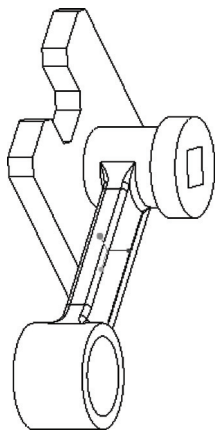

图 10-86 原始组件模型
1) 单击  (打开) 按钮,弹出“文件打开”对话框,选择位于随书光盘“CH10\FJST”文件夹中的“BC_10_FJ_M.ASM”文件,单击“打开”按钮,该文件中的原始组件模型如图 10-86 所示。